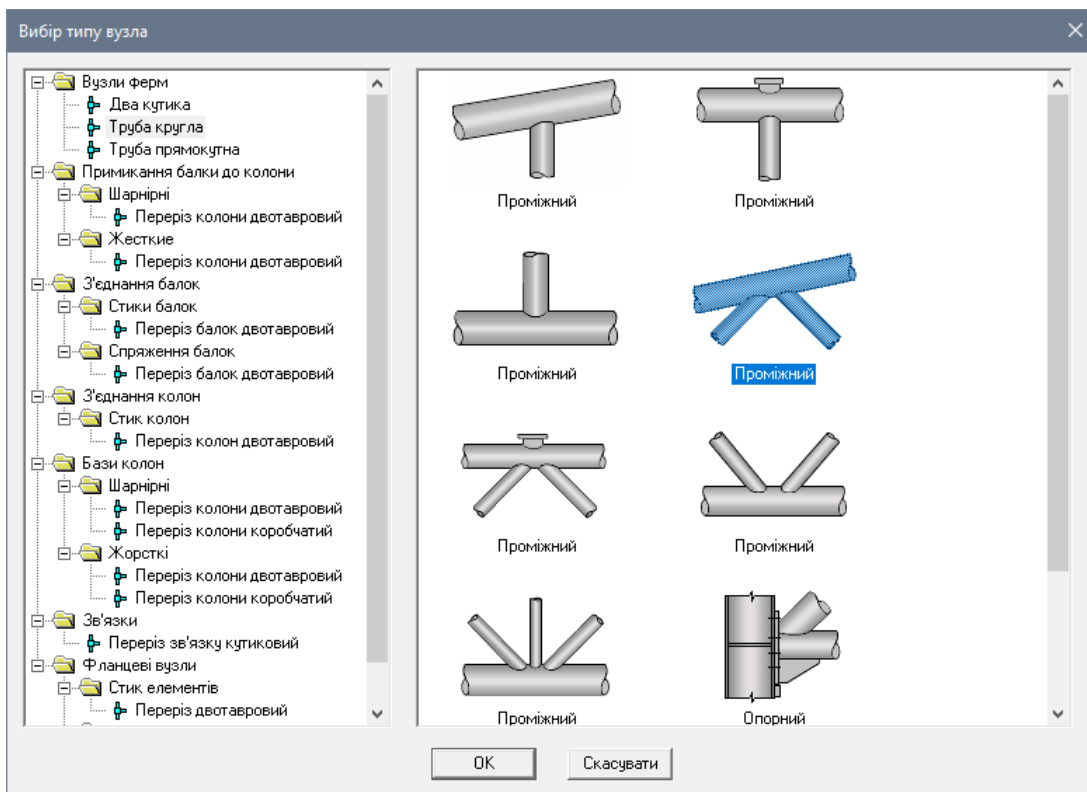

Рис. 20.3. Діалогове вікно **Вибір типу вузла**
- В діалоговому вікні **Вибір типу вузла** (рис. 20.3), що з'явилося, виберіть із списку **Вузли ферм** рядок **Труба кругла**, а потім виберіть тип вузла як показано на рисунку.